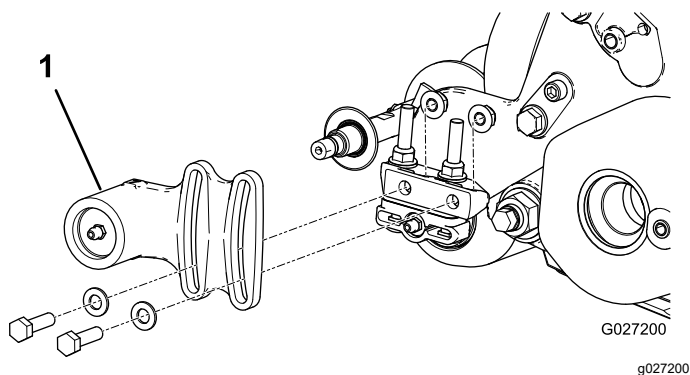
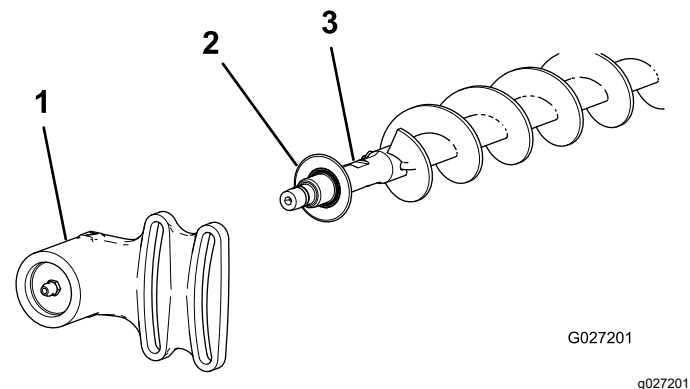

Figura 19
Figura 20
2. Retire el alojamiento del cojinete sin motor, y el retén, del eje del cepillo (Figura 20).
1. Si hay un cepillo del rodillo instalado en la unidad de corte, retire los 2 pernos, arandelas y tuercas que sujetan el alojamiento del cojinete sin motor al soporte de montaje del alojamiento del cojinete (Figura 19 y Figura 20).
9. Instale el retén y el alojamiento del cojinete del lado sin transmisión sobre el eje del cepillo (Figura 20).